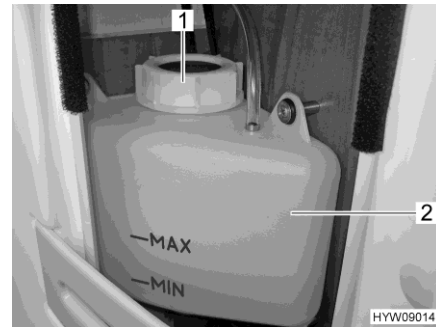

Bild 173 Markierung "MIN/MAX"
- Prüfen, ob am Ausgleichsbehälter (Bild 173,2) die Flüssigkeit zwischen den Markierungen "MIN" und "MAX" steht.
- Am Ausgleichsbehälter den Drehverschluss (Bild 173,1) aufdrehen.